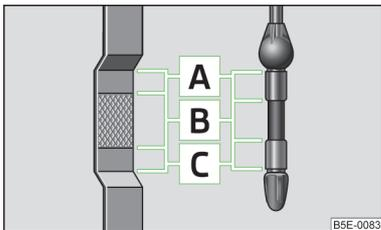

Abb. 184
- Liegt der Ölstand oberhalb des Bereichs **A** » Abb. 184 auf Seite 226,  nicht weiterfahren! Den Motor abstellen und die Hilfe eines Fachbetriebs in Anspruch nehmen.
Der Ölmesstab zeigt den Motorölstand an » Abb. 184.
Der Ölstand darf keinesfalls oberhalb des Bereichs **A** » Abb. 184 liegen - es besteht die Beschädigungsgefahr der Abgasanlage!